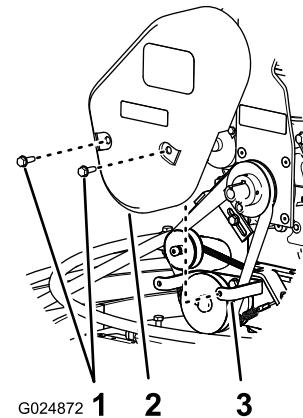

Figure 22
1. Déposez les 2 boulons à tête hexagonale (5/16 x 1 po) qui fixent la protection de courroie à son support (Figure 22).
2. Écartez la protection de courroie du moteur, puis déposez-la par le haut (Figure 22).
1. Alignez les trous de la protection de courroie sur les trous de son support (Figure 22).